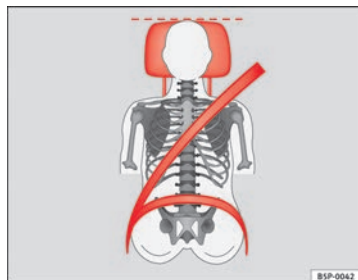
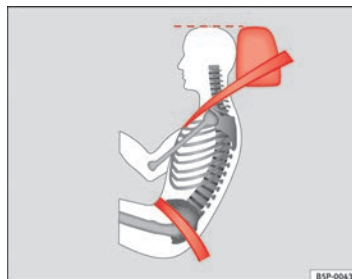

Fig. 91 Vista de frente: apoyacabezas y cinturón ajustados correctamente
Fig. 92 Visto de lado: apoyacabezas y cinturón ajustados correctamente
- Ajuste el apoyacabezas de modo que el borde superior del mismo quede a la misma altura que la parte superior de la cabeza, como mínimo a la altura de los ojos ⇒ fig. 91 y ⇒ fig. 92.